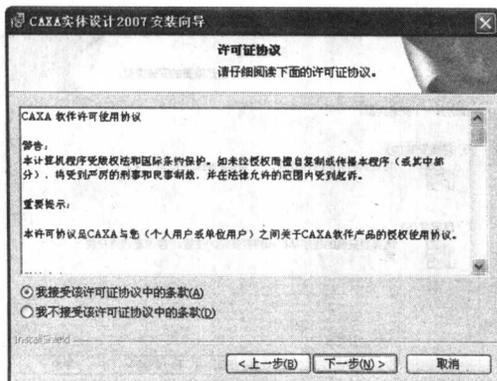

图 1-4 【许可证协议】界面
(3) 单击 按钮进入【许可证协议】界面，选中【我接受该许可证协议中的条款(A)】单选按钮，如图 1-4 所示。